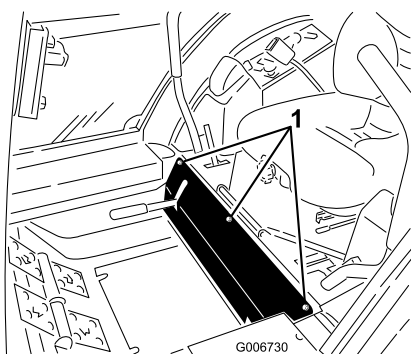

Figura 75
3. Afloje los pernos del panel delantero y retire el panel (Figura 75).